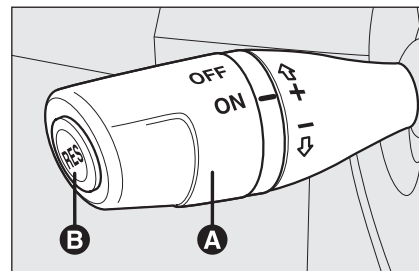

fig. 47
Ruotare il pomello **A-fig. 47** in posizione **ON**.
- ruotare il pomello **A-fig. 47** su **ON** e premendo il pedale dell'acceleratore portare la vettura alla velocità desiderata;
- premere il pulsante **RES B-fig. 47**.
- premendo il pedale dell'acceleratore; in questo caso il sistema non viene disinserito effettivamente ma la richiesta di accelerazione ha precedenza sul sistema; il cruise control rimane comunque attivo, senza necessità di premere il pulsante **RES B-fig. 47** per ritornare alle condizioni precedenti una volta conclusa l'accelerazione.